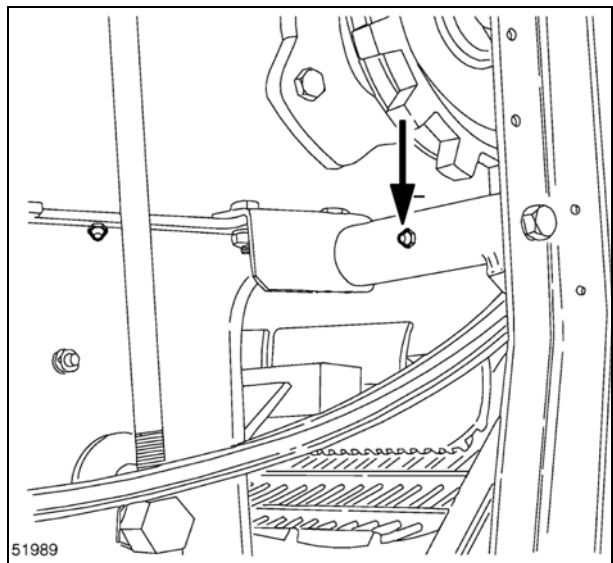

Рис. 43
**35. Палец рычага натяжителя ремня механизма реверсирования - Рис. 43**